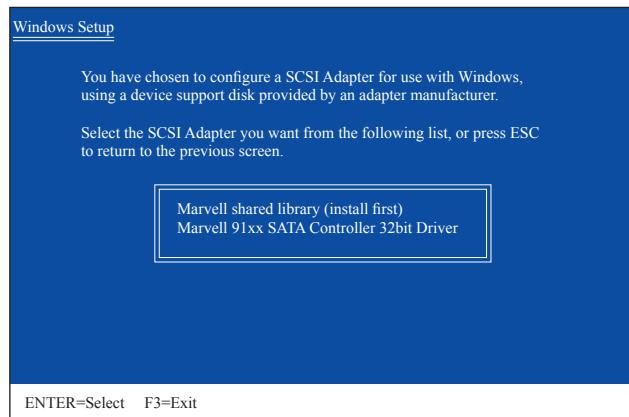

図 3
SATA RAID/AHCIドライバを含むフロッピーディスクを挿入し、<Enter>を押します。次に、以下の図3のようなコントローラメニューが表示されます。Intel(R) Desktop/Workstation/Server Express Chipset SATA RAID Controllerを選択し、<Enter>を押します。AHCIモードの場合、キーボードの矢印キーを使用して Intel(R) Desktop/Workstation/Server Express Chipset SATA AHCI Controller アイテムにスクロールし <Enter> を押します。
SATA AHCI ドライバを含むフロッピーディスクを挿入し、<Enter>を押します。画面に2つのドライバが表示されますが、どのどちらもインストールする必要があります(図3)。まず、**Marvell shared library**、<Enter>を押します。次の画面で、<S>を押して図3の画面に戻ります。次に、**Marvell 91xx SATA Controller 32bit Driver** ドライバを選択し、<Enter>を押します。確認画面に2つのドライバが表示されたら、<Enter>を押してドライバのインストールを続けます。